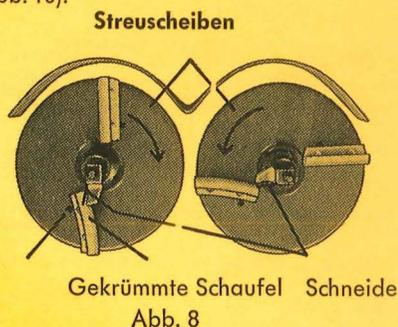

Abb. 8
Auch beim Ausstreuen von feuchten Düngern ist am ZM keine Verstellung erforderlich. Sollte infolge des Düngerzustandes ausnahmsweise **in der Mitte des Streubildes zu wenig Dünger** fallen, wird die **gekrümmte Wurfschaufel** auf beiden Streuscheiben durch Umstecken der inneren Befestigungsschraube nach vorn verstellt (s. Abb. 8/1). Diese Befestigungsschrauben der Wurfschaufeln werden auf der unteren Seite der Streuscheiben mit dem viereckigen Loch in der Anschlaggabel (Abb. 1/3) gelöst.
- Beim Einbau der Satzrührköpfe ist darauf zu achten, daß der Rührfinger über der gekrümmten Streuscheufel steht und die aufgeschweißte Schneide in Drehrichtung voraus-eilt (s. Abb. 8). Die Spitze des Rührfingers muß von der Trichterwand, in der sich die Düngeraustrittsöffnung befindet, einen Abstand von 6 bis 7 mm (s. Abb. 6) haben, und der Rührkopf darf nicht auf dem Trichterboden schleifen. Beim Berühren Trichterboden etwas nach unten drücken!
Bei **feuchten pulverförmigen** Streustoffen die gekrümmte Schaufel auf jeder Streuscheibe verstellen (siehe Abb. 8).